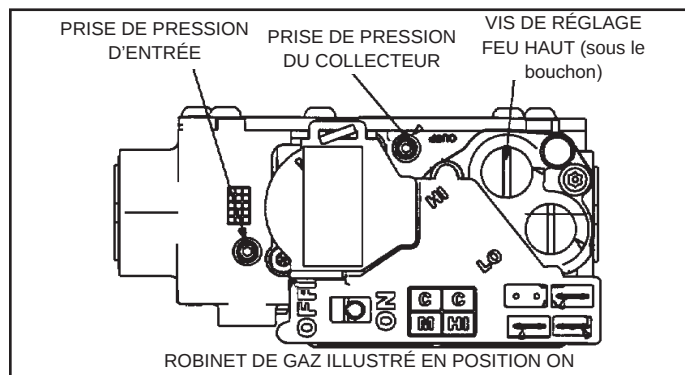

Figure 47. Robinet de gaz
6. Placez l'interrupteur du robinet de gaz sur OFF (arrêt). Voir la Figure 47.
8. Placez l'interrupteur du robinet de gaz sur ON (arrêt). Voir la Figure 47.
Une prise d'entrée située sur le robinet de gaz permet de mesurer la pression d'alimentation. Voir la Figure 47. Dévissez la vis à tête hexagonale de 3/32 po d'un tour, branchez une pièce de tube 5/16 et connectez-la au manomètre pour mesurer la pression d'alimentation. Reportez-vous au Tableau 15 pour la pression de la conduite d'alimentation.
Une prise de pression du collecteur située sur le robinet de gaz permet de mesurer la pression du collecteur. Voir la Figure 47. Dévissez la vis à tête hexagonale de 3/32 po d'un tour, branchez une pièce de tube 5/16 et connectez-la au manomètre pour mesurer la pression du collecteur.
5. Répétez l'opération à feu bas et comparez la valeur à celle indiquée dans le Tableau 15. Au besoin, effectuer des réglages. La figure 47 montre l'emplacement des vis de réglage des feux bas et haut.